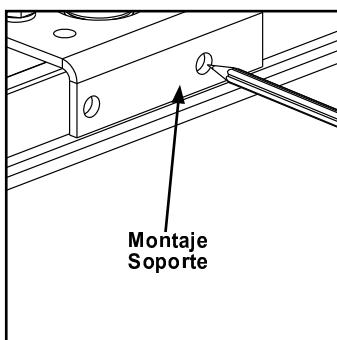
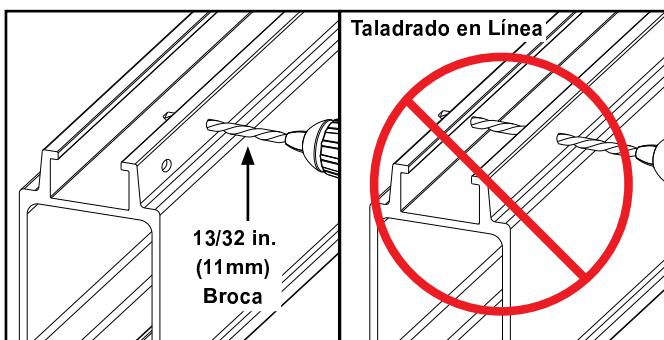

Figura 3-60
Figura 3-61
- Paso 1. Use riel de montaje como plantilla para marcar el riel y haga dos (2) barrenos usando broca $13/32''$ (11 mm). No trate de taladrar en línea. Vea Figura 3-60 y Figura 3-61.